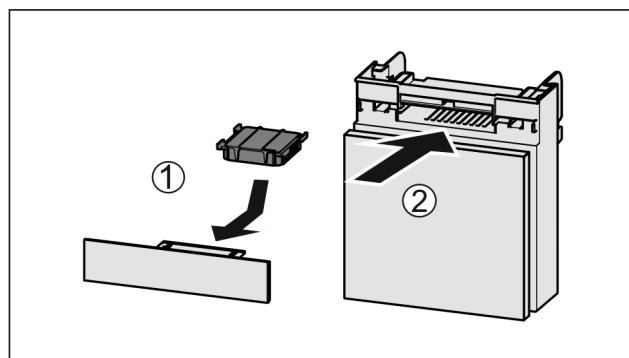

Fig. 73
- Sett inn *Fig. 73 (1)* aktivkullfilteret etter figuren.
- Skyv inn Fig. 73 (2) hyllen.